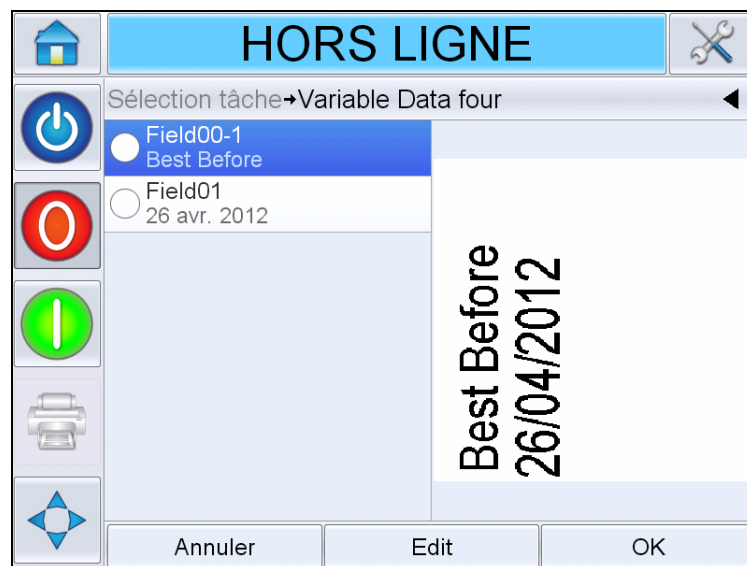

Figure 6-3:Fenêtre Données par défaut
- 2 Touchez le champ nécessaire dans la liste pour le sélectionner (le premier champ de la liste est sélectionné automatiquement). Les données par défaut de ce champ apparaissent dans la fenêtre d'aperçu (Figure 6-3).